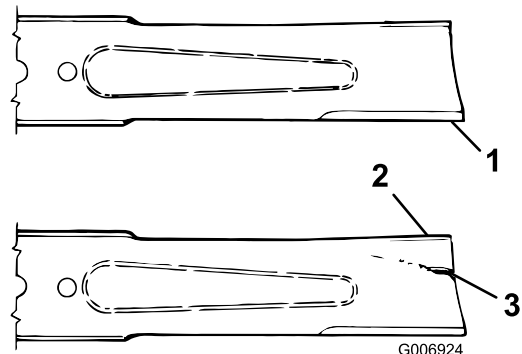

図 69
2. ブレードの切っ先を注意深く観察、特に、直線部と曲線部が交わる部分をよく観察する図 69。この、直線部と曲線部の交差域は、砂などによる磨耗が進みやすい部分なので、機械を使用するまえによく点検することが必要。磨耗が大きい場合には図 69危険であるから交換する「ブレードの取り外し」を参照。
ブレードの磨耗を放置すると、ブレードのセール部と平坦部との間に割れ目が発生する図 69。この割れ目が拡大すると、最終的にはブレードがちぎれてハウジングの下から飛び出し、これがオペレータや周囲の人に重大な人身事故となる。